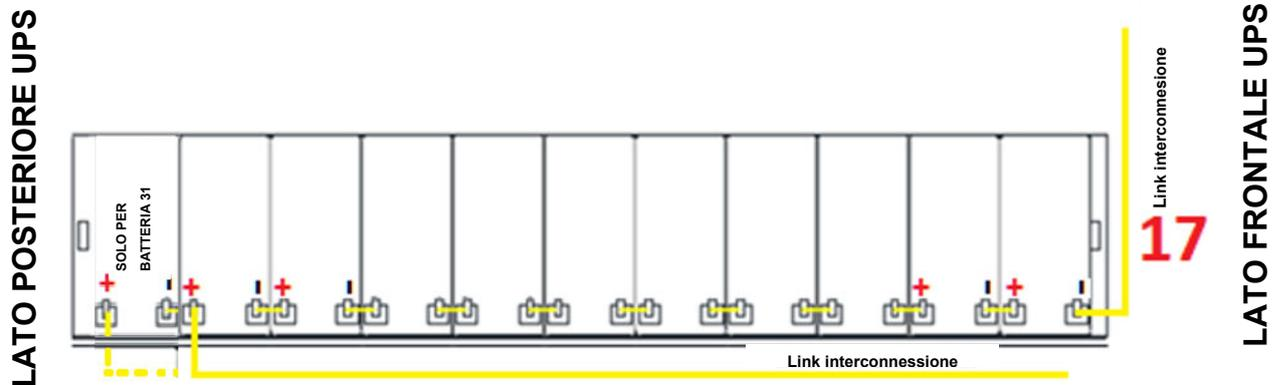

Figura 24 - Vista dall'alto piano N°6
15) Sul piano n°6 inserire il cassetto n°17 rispettando la posizione e il cablaggio come mostrato in figura 24.